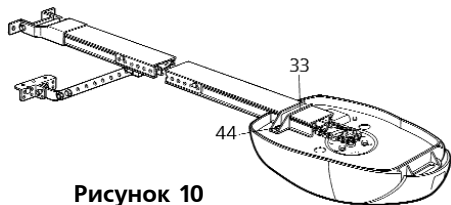

Рисунок 10
7. Установить рейку, пропуская цепь над шестерней двигателя и закрепить ее скобой (33), используя два винта (44) (рис.10);